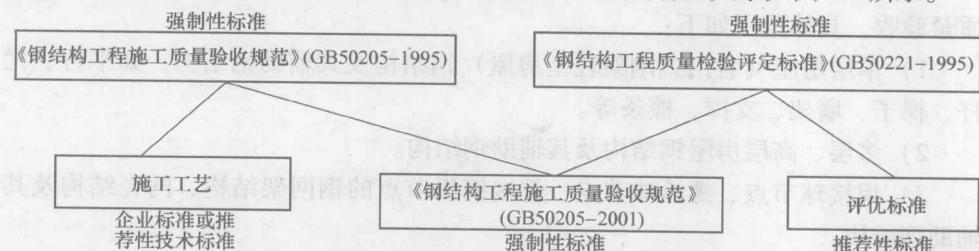

图1-1 “验评分离，强化验收”示意图
把“强化验收”片面理解为放弃对生产过程的质量控制是一种曲解。“强化验收”具体体现在：①强制性标准；②只设合格一个质量等级；③强化质量指标，验收时都必须达到规定的指标；④增加检测项目。其内容及关系如图1-1所示。